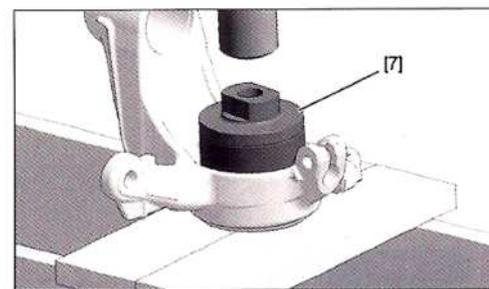

FIG. 39
- Colocar el útil [7] (Fig.39).